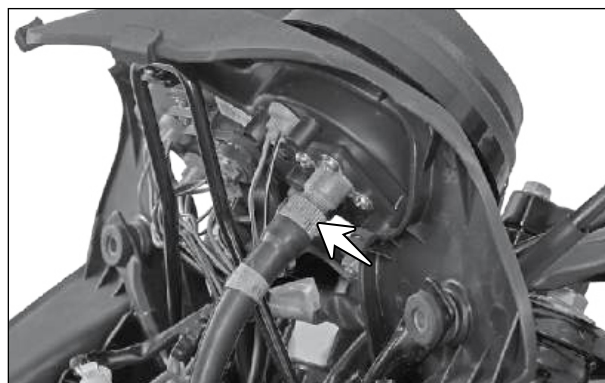

Fig. 5.78
- Remova o cabo do velocímetro (seta). (Fig. 5.78)